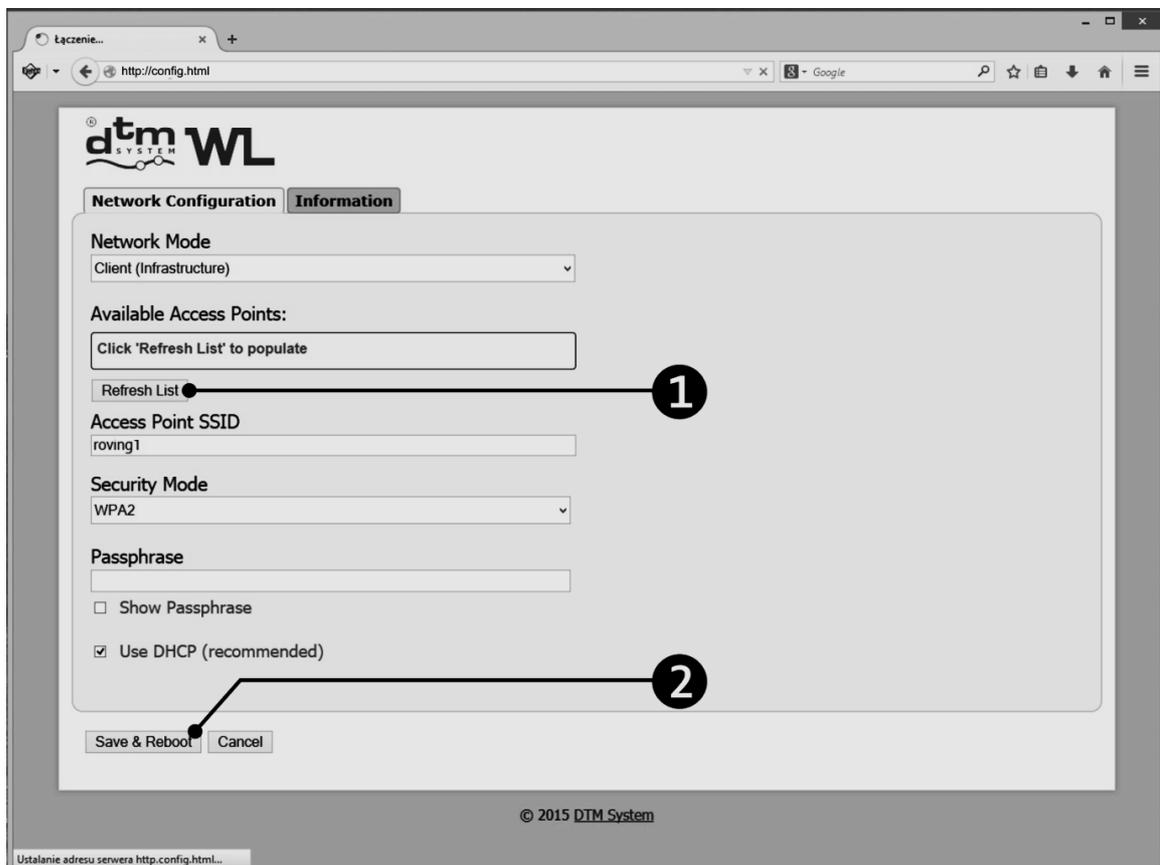

Abb. 6 Ansicht des Konfigurationspanels der Karte WL.
- **Schritt 4:** man soll den Browser WWW betätigen und die Adresse der Webseite angeben: <http://config.html>. Der Browser wird das Konfigurationspanel der Karte WL anzeigen (Abb. 6).
- **Schritt 5:** Wir suchen zugängliche Netze mit der Taste 'Refresh List' (Abb.6, Pos.1) aus. Die Karte wird in den Modus der Suche nach zugänglichen Netzen Wi-Fi übergehen.